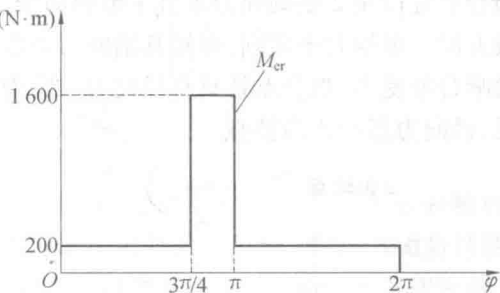

图 6
3. (11 分)在电动机驱动的剪板机中,已知作用在电动机轴上的等效阻力矩 M_{er} 的变化规律如图 6 所示,若等效驱动力矩 M_{ed} 为常量,电动机转速 $n = 960 \text{ r/min}$,速度不均匀系数 $\delta = 1/20$,问应在电动机轴上安装多大转动惯量的飞轮。